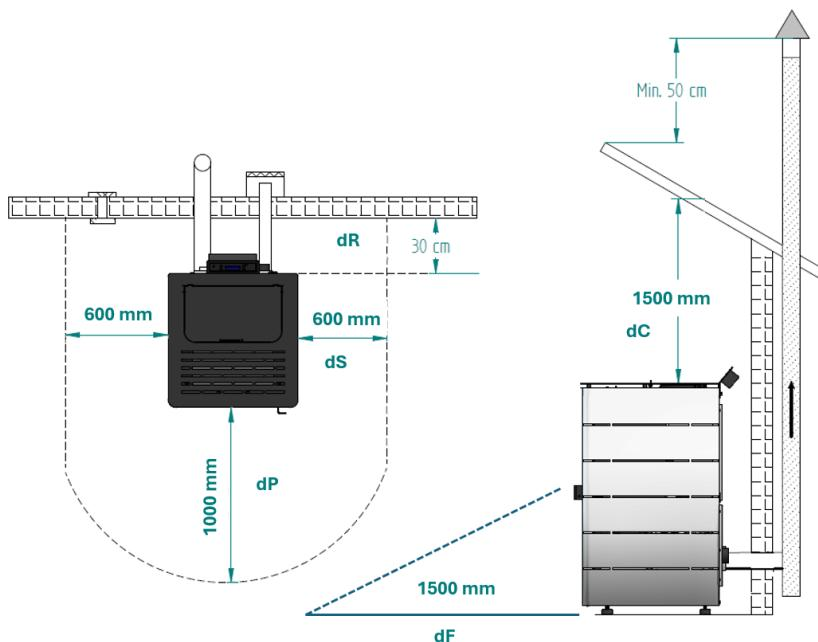

Figura 5 - Distância mínima de todas as superfícies combustíveis Luma
- As distâncias mínimas entre a salamandra a *pellets* e as superfícies particularmente inflamáveis são mostradas na Figura 5.